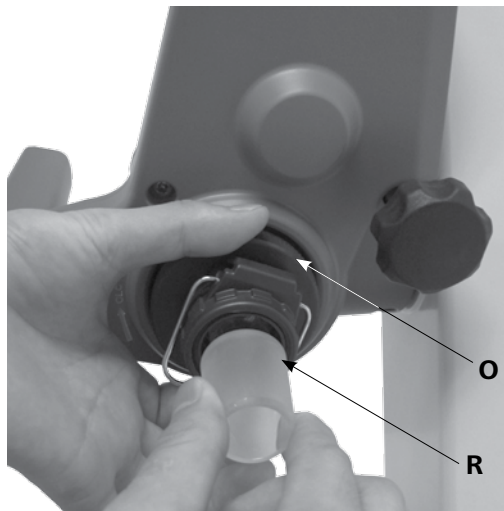

Fig. 14b
- Затем заблокируйте стопорное устройство (O), повернув его по часовой стрелке на 60°. (Fig. 14b)